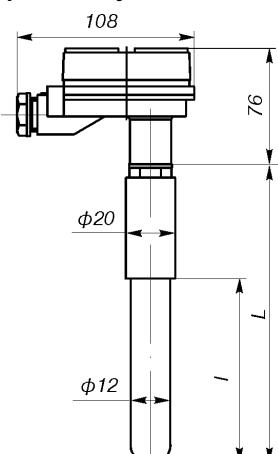

Рис.7.
Назначение: преобразователи термоэлектрические **TXA Метран-201 по рис.7, 8** предназначены для измерения температуры высокотемпературных газовых сред, например, в обжиговых печах огнеупорного производства. Преобразователи имеют разборную конструкцию, включающую сменный чувствительный элемент, изготовленный на базе термопарного кабеля. Погружаемая часть - чехол корундовый газоплотный марки КТВП. Внутренняя полость арматуры загерметизирована.
Стандартный ряд монтажных длин (рис.7, 8)
- 07** по рис.7 (только TXA Метран-201)
табл.1б - **для рис.7, 8**